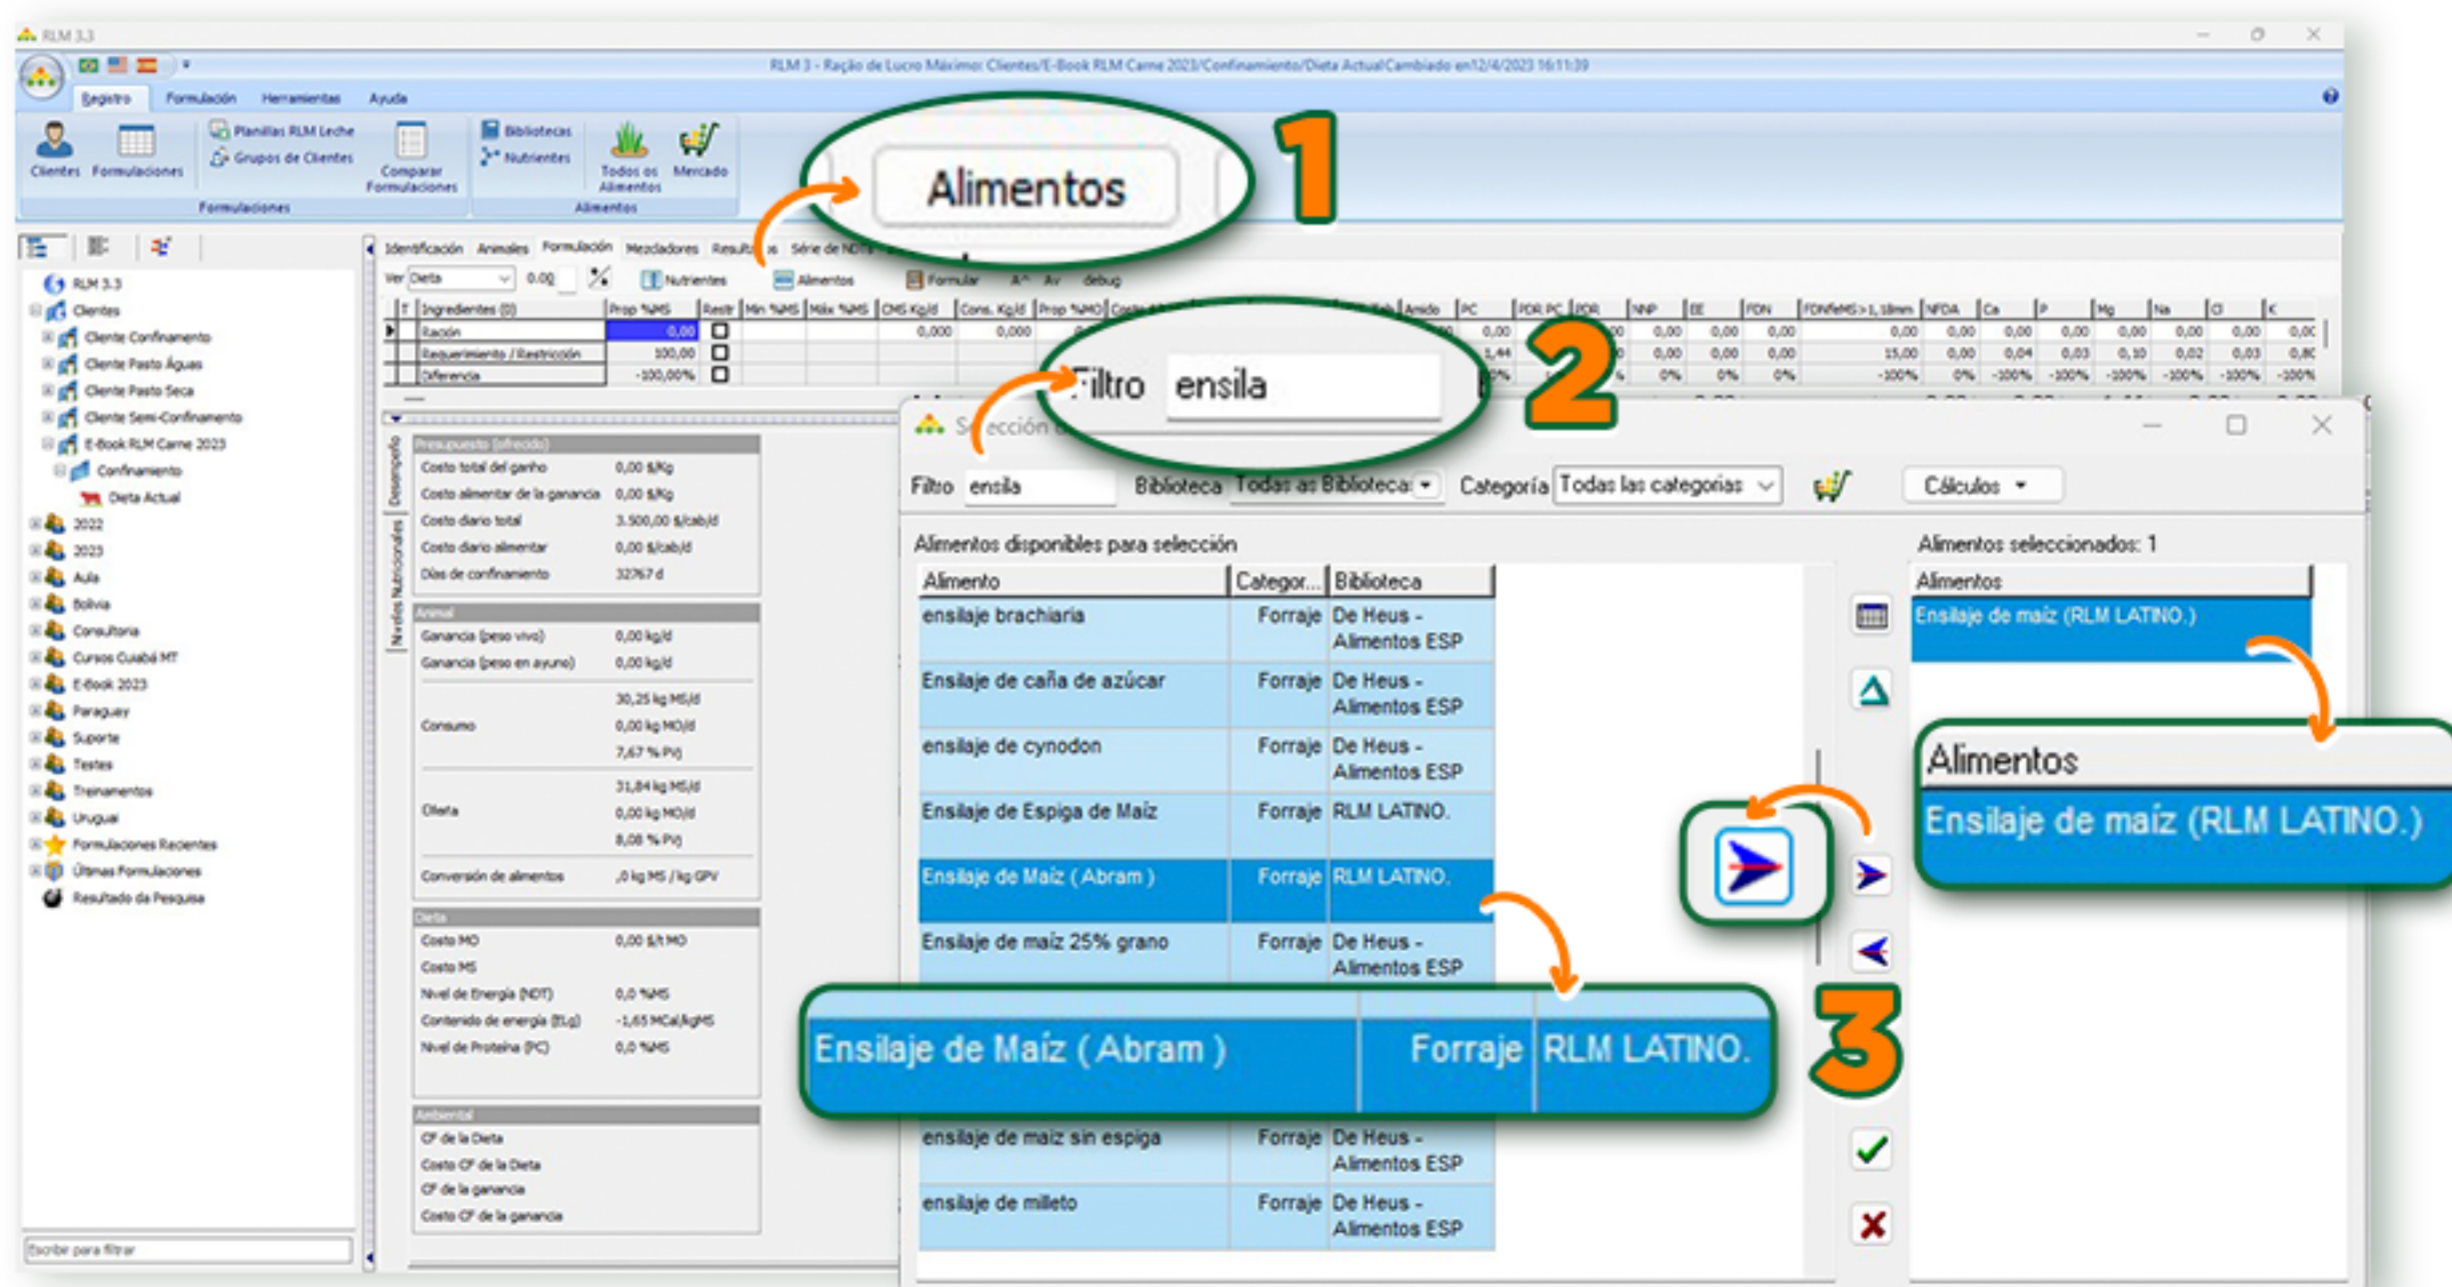

FIGURA 1.9 - SELECCIÓN DE INGREDIENTES
Para agregar alimentos a la formulación, haga clic en el botón "Alimentos" (1) junto a "Nutrientes", como se muestra en la Figura 1.9. En esta ventana se enumeran todos los alimentos según las categorías: proteína, energía, fibra, minerales o aditivos y otros. Use el filtro (2) buscar alimentos, mientras que las flechas (3) pueden colocar o quitar alimentos de la formulación. Tenga en cuenta que los alimentos agregados se cuentan en "Alimentos seleccionados". Los ingredientes disponibles para su uso se encuentran en la Tabla 1 y deben agregarse a la formulación.